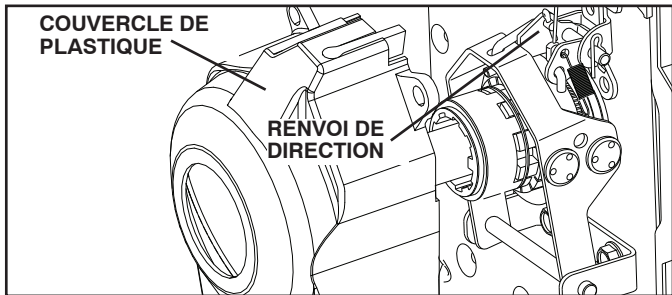

FIG. 31
3. Déposer le couvercle de plastique de la direction assistée. (Voir fig. 31)
REMARQUE: La figure 31 montre le renvoi en position trop haute, ce qui entraîne le désengagement de l'embrayage pendant la conduite et donnant l'impression que les roues patinent.